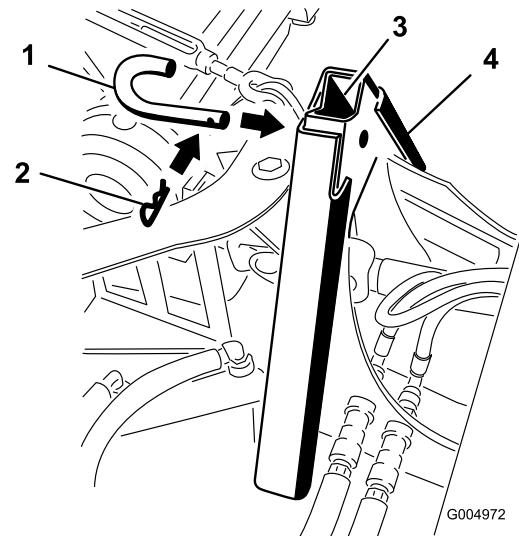

Figure 56
4. Accouplez les deux adaptateurs ensemble avec la goupille de fixation et la goupille fendue, comme montré à la Figure 56.